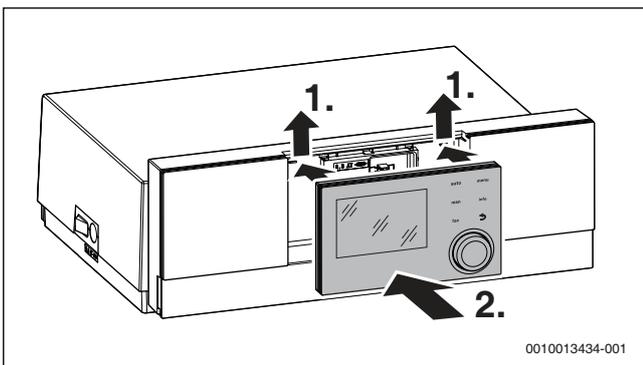

Рис. 26 Установка пульта управления
- ▶ Установите пульт управления RC 310 в систему управления (→ рис. 26, стр. 25).